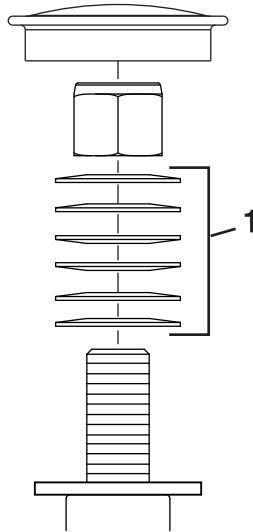

Figura 50
3. Retire o tampão antipoeira da roda e aperte a porca de bloqueio (Figura 50).
4. Aperte a porca de bloqueio até que as anilhas de mola estejam planas e, em seguida, recue 1/4 de volta para aplicar devidamente a pré-carga nos rolamentos (Figura 50).
5. Instale o tampão antipoeira (Figura 50).